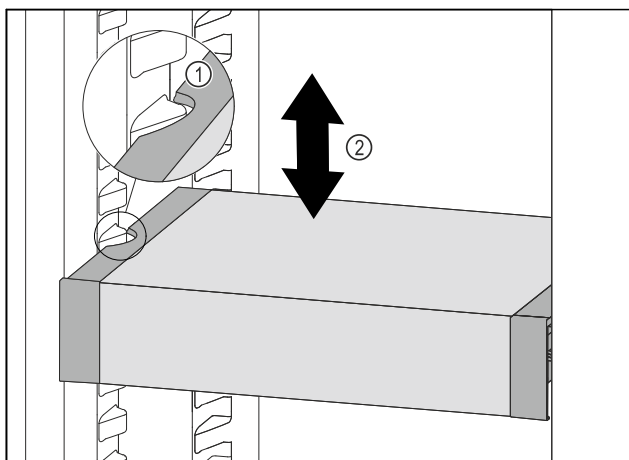

Fig. 118
- Fig. 118 (1)
- Posouvejte VarioSafe v chladničce nahoru nebo dolů, dokud nedosáhnete požadované výšky. Fig. 118 (2)